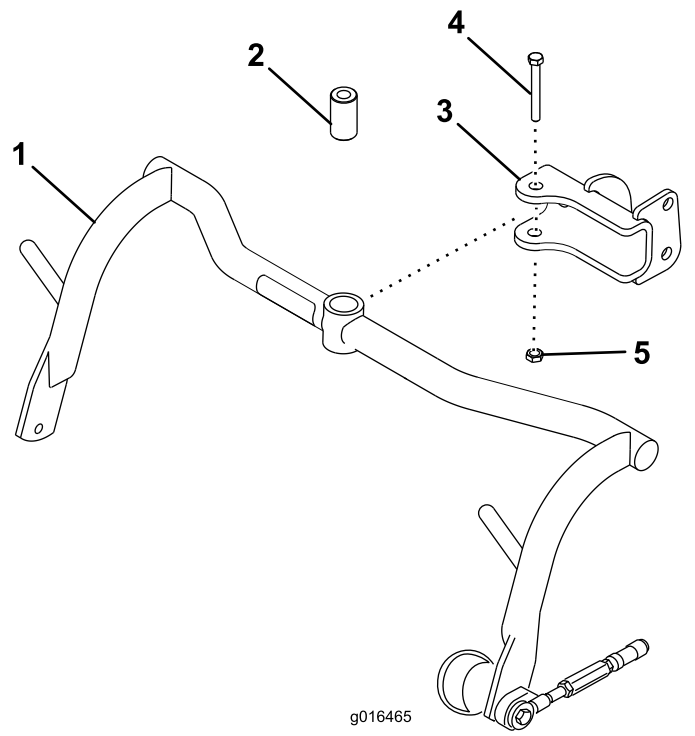

Figure 8
- Montez un bâti porteur sur chaque chape avec une entretoise, un boulon ( $\frac{1}{2}$ " x  $3\frac{1}{4}$ ") et un contre-écrou ( $\frac{1}{2}$ ") ; voir Figure 8. Serrez à un couple de 91 à 113 N·m.